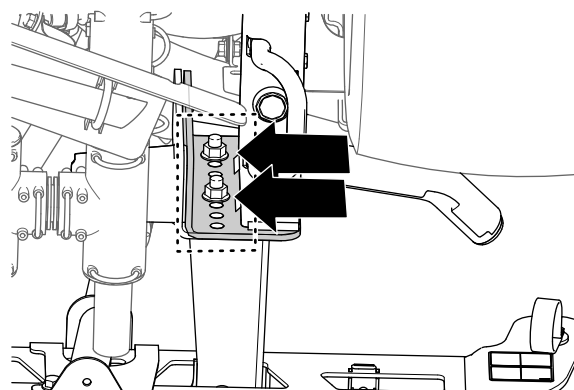

Figura 46
3. Utilize um pedaço de fita para marcar os orifícios onde os quatro parafusos de cabeça flangeada (1/2 pol. x 1 1/4 pol.) e as quatro porcas de bloqueio flangeadas (1/2 pol.) prendem os suportes para a secção de pulverização central à placa de montagem da máquina (Figura 46).